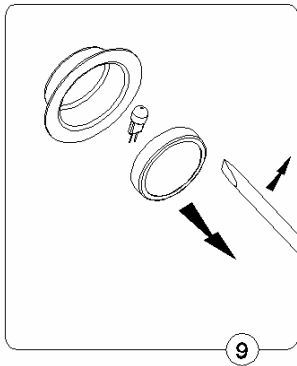

Рис. 9
- a) Подцепить кольцо удерживающее галогенную лампочку (рис. 9) при помощи плоского инструмента либо отвертки, и придерживая его, извлечь наружу.